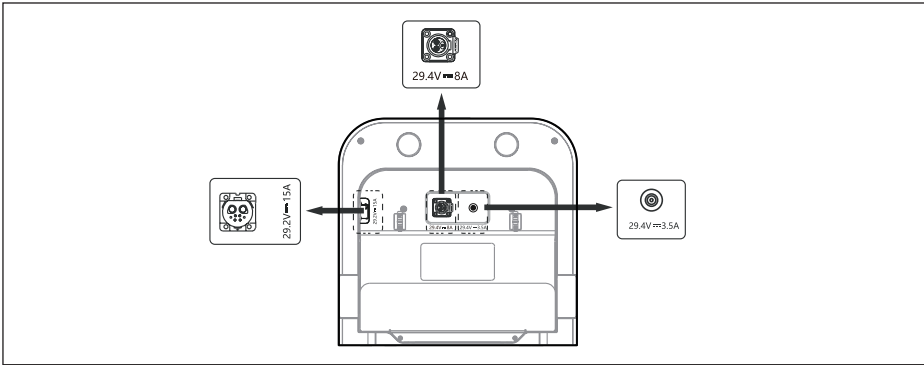

Abb. 1
- Bitte schließen Sie das Netzteil an die entsprechend Ihrem Modell gekennzeichnete Schnittstelle der Ladestation an (siehe Abb. 1). Schließen Sie immer nur ein Netzteil gleichzeitig an. Schließen Sie nicht zwei oder mehr Netzteile gleichzeitig an.